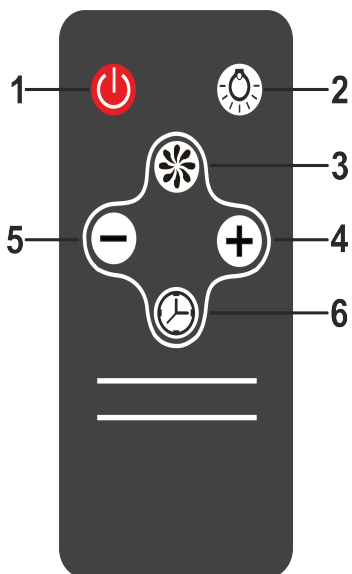

Рис.6
7.2 Управління витяжкою з допомогою дистанційного пульта (рис.6).